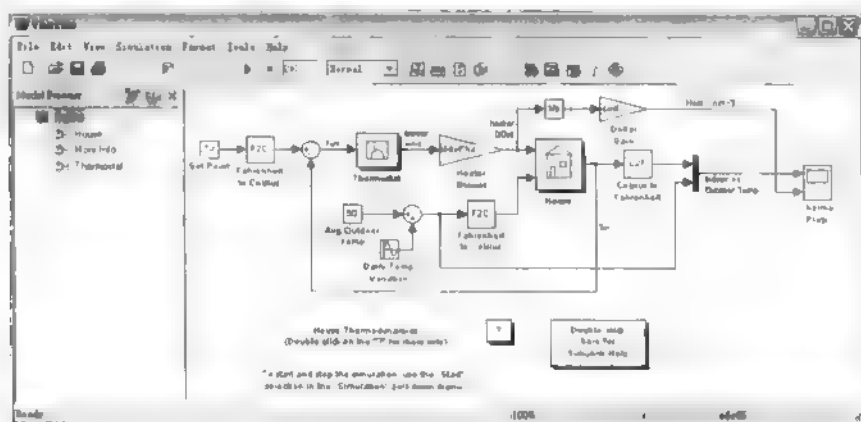
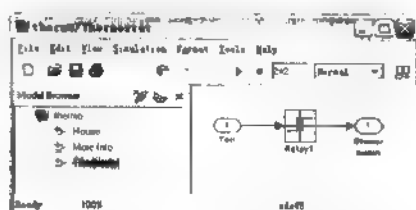
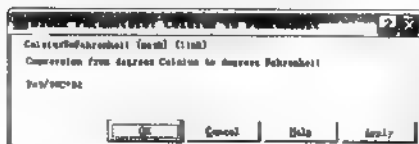
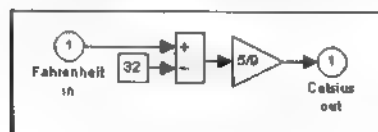

图 1.1 房屋热传递演示模型
图 1.4 Thermostat 子系统模型
图 1.5 温度转换精细封装子系统
图 1.6 温度转换子系统构造
直接打开演示程序模型窗口，这个命令会启动 Simulink，打开模型如图 1.1 所示。
(3) 在第(2)步中，打开模型的同时会弹出 Thermo Plots 的 Scope 窗口。如果在弹出时关闭了，可以通过双击图 1.1 中最右侧的 Thermo Plots 模块重新打开。
Thermostat 子系统是对温度调节器进行建模，设置开与关。双击 Thermostat 子系统可得到如图 1.4 所示模型。室内室外的温度都必须从华氏度(°F)转换到摄氏度(°C)，转换公式： $C = 5 \times (F - 32) / 9$ 。在图 1.1 中双击 Celsius to Fahrenheit 模块会弹出如图 1.5 所示的对话框。图 1.5 是被精细封装的子系统，在后面的章节会讲解如何创建封装子系统，此子系统详细构造如图 1.6 所示。